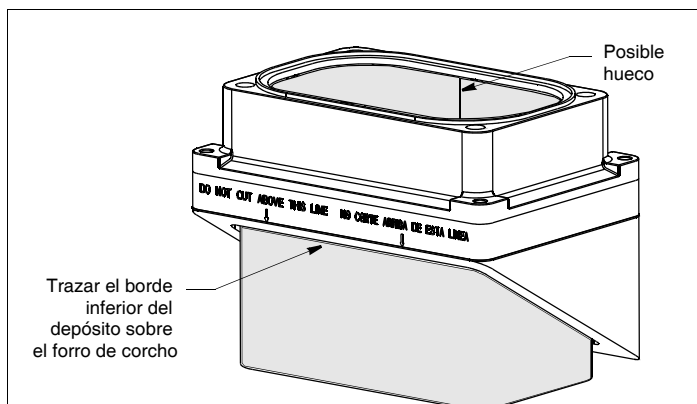

Figura 6. Colocación del forro de corcho (se muestra un ángulo de 30°)
5. El depósito se suministra con un forro de corcho para reducir los ecos. Cuando haya cortado el depósito, envuelva *el interior* del depósito con el forro de corcho (Figura 6). Junte los lados del forro a tope a lo largo del centro del lado más alto. Empuje el forro de corcho contra el borde superior en el interior del depósito. Trace el borde inferior del depósito en el forro.